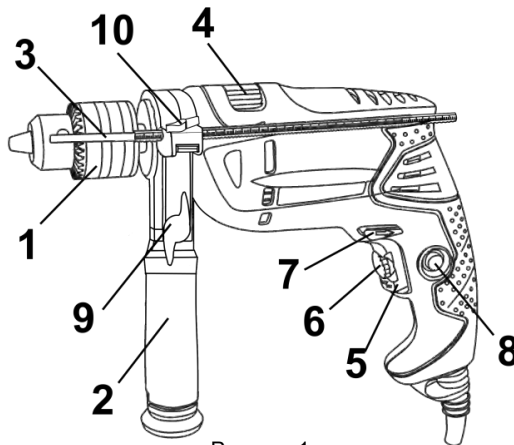

Рисунок 1
2.3.1 Виріб має два режими роботи: ударно-обертальний і обертальний. Перемикач режимів роботи виробу здійснюється переведенням перемикача (4) (див. рис. 1) з одного крайнього положення в інше в сторону відповідного символу режиму роботи:
- ударно-обертальний режим - перемикач (4) повинен бути переведеним до упору убік символу ;
- обертальний режим (режим свердління) - перемикач (4) повинен бути переведеним до упору убік символу .
**4.2** Виберіть необхідний режим роботи виробу за допомогою перемикача (4) (див. рисунок 1).
Перемикач режимів роботи виробу здійснюється переведенням перемикача (4, рис. 1) з одного крайнього положення в інше в сторону відповідного символу режиму роботи: